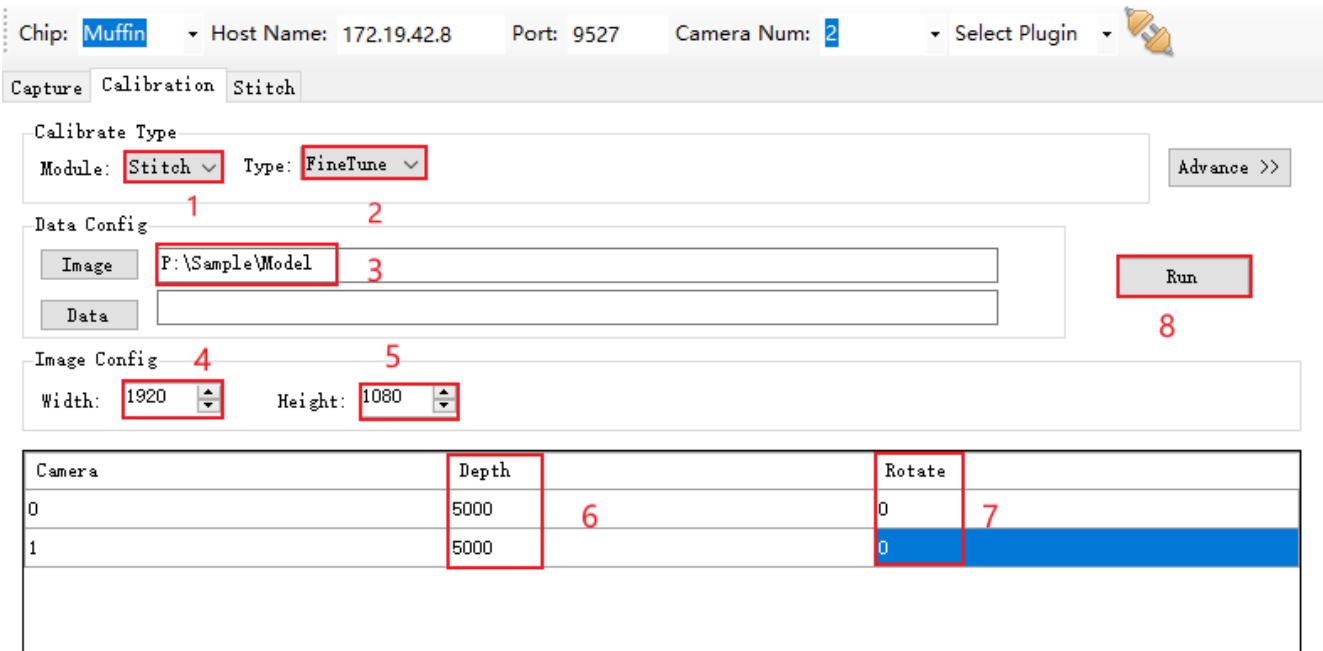

图 23 CVTool 的 Auto Fine-Tune 步骤
5. 按图 23 步骤配置参数，参数参考表 6，如果参数无法满足要求可进入高级模式
- c) Auto Fine-Tune 配置文件中有单独的物距设置，即 Auto Fine-Tune 标定时，相机拍摄的物距在图 23 中标号 6 的地方设置。请注意不要和用来拼接的拼接图中的物距混淆了。